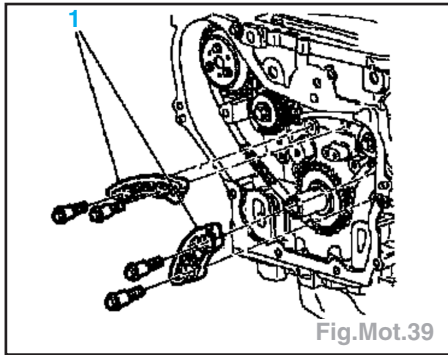

Fig.Mot.39
- les glissières de guidage (1) (Fig.Mot.39).